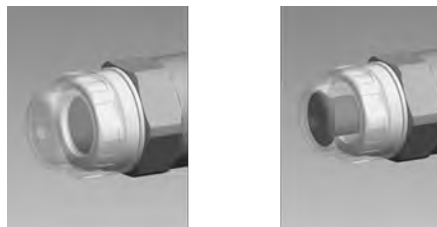

Fig. 12 : Capteur visuel de rupture de la membrane, non déclenché et déclenché
Dans les capteurs de rupture **visuels**, le cylindre rouge (6) noyé est éjecté vers l'avant sous le couvercle transparent (7) et devient alors clairement visible Fig. 12 .